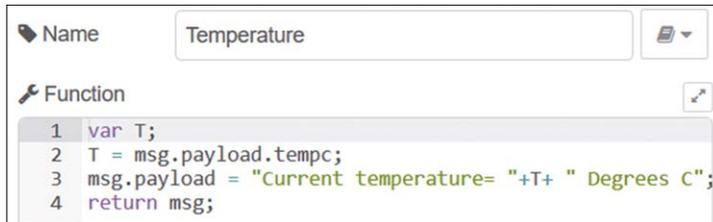

Figure 4.46 Contenu des nœuds de fonction
- Créer un **fonction** nœud et le nommer **Température**. Double-cliquer sur ce nœud et saisir les instructions suivantes (voir la figure 4.46) :